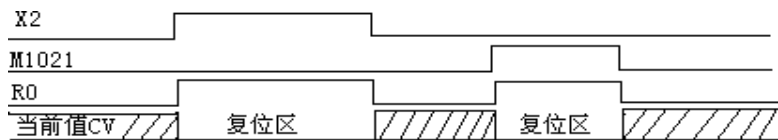

图3-1
1、参照表 0-1，在被控制字 **D5097** 选定的某种工作模式中，①②③④⑤⑥中没有选用的控制输入端，可作普通输入端子供用户程序使用。⑦⑧没有被选用的，也可作为普通输入端子供用户程序使用。
2、被选用的硬控制输入端子的值，和第二章介绍的相应的软控制辅助继电器的值是"或"的关系，只要有一个为 1，则执行相应的控制。详见图 3-1（以 **X2** 和 **M1021** 为例）。